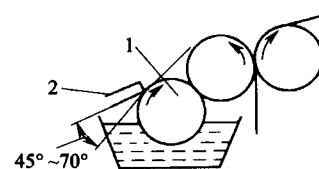

图 1-6 顺向刮刀型输墨系统
② 顺向刮刀型输墨系统。这是网纹辊加刮刀的单辊输墨系统，如图 1-6 所示。网纹辊 1 直接在墨槽内着墨，刮刀 2 顺着网纹辊旋转方向，刮去网纹辊 1 表面多余的油墨。